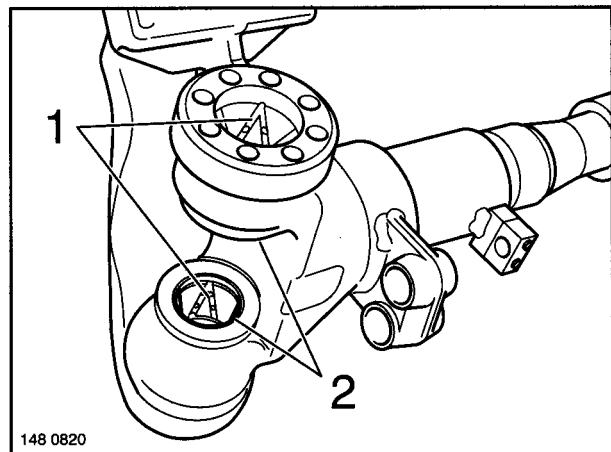

Fig. 20
- (1) Press new bushes for the kingpin in with a suitable mandrel carefully and without tilting them until they make full contact (Fig. 20/2).
The inner open lubrication passages (Fig. 20/1) must face towards the middle of the axle.
- (1) A l'aide du mandrin approprié, emmancher rapidement mais avec précaution et sans les retourner, des douilles neuves pour le pivot de fusée (figure 20/2).
Les canaux de graissage ouverts intérieurement (figure 20/1) doivent être dirigés vers le centre de l'essieu.
- (1) Neue Buchsen für den Lenkbolzen mit einem passenden Dorn vorsichtig, und ohne zu kanten, innen bündig eindrücken (Fig. 20/2).
-  Die innen offenen Schmierkanäle (Fig. 20/1) müssen zur Achsmitte weisen.
- (2) Prüfen, ob der Lenkbolzen gut in den Buchsen gleitet, ggf. Buchsen entsprechend bearbeiten.